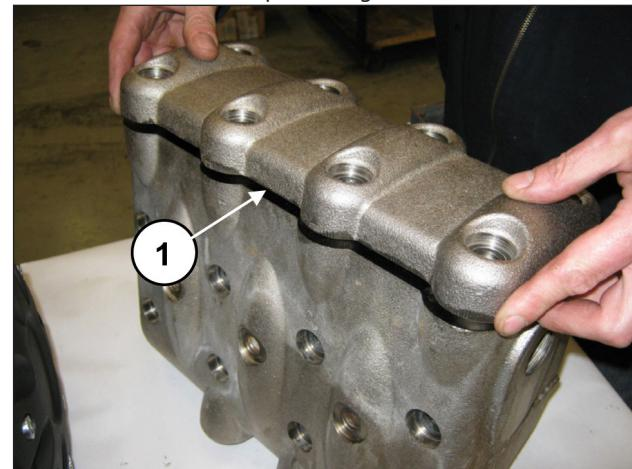
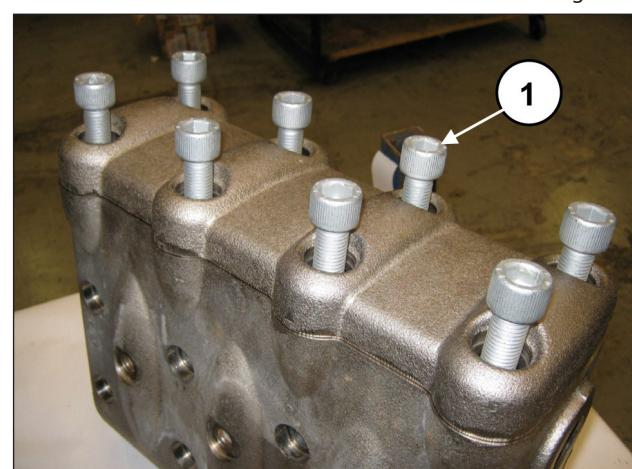

Fig. 128
Fig. 129
Dopo aver terminato il montaggio dei gruppi valvola e del tappo valvola applicare il coperchio valvole (pos. ①, Fig. 128) e avvitare le 8 viti M16x55 (pos. ①, Fig. 129).